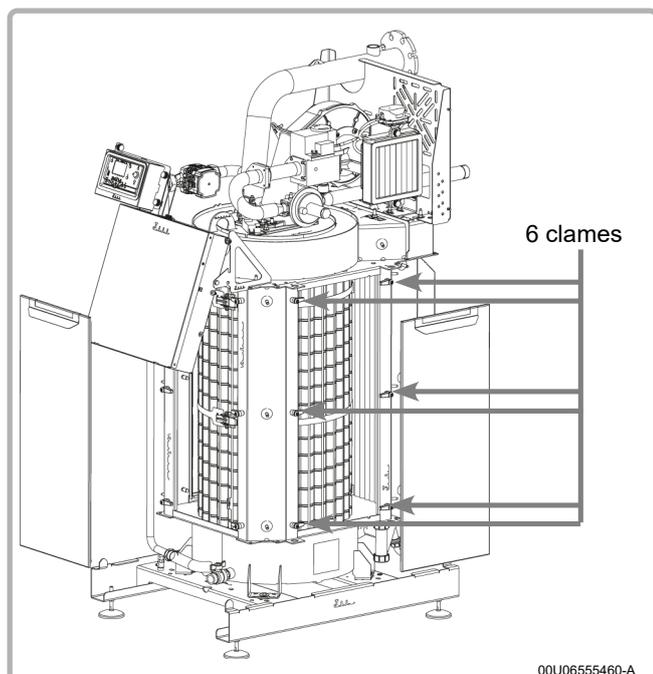

figure 31 - Démontage portes d'échangeur
- Retirer les joints de leur gorge et les remplacer par les nouveaux joints contenus dans le kit entretien (voir figure 31).